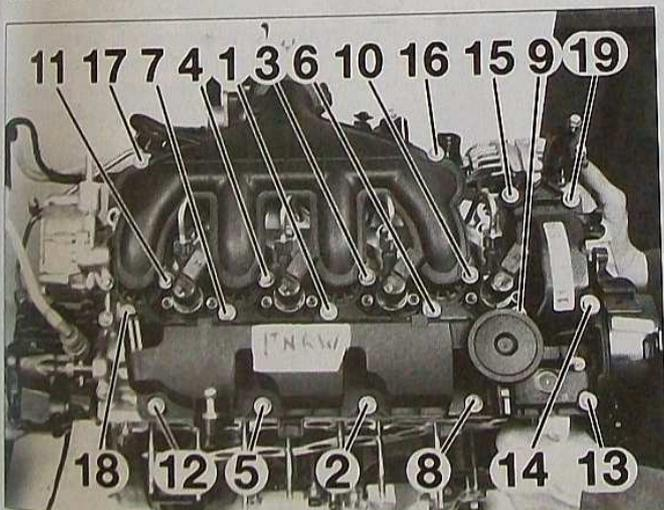

FIG. 47
- le collecteur d'admission avec des joints neufs et serrer les dans l'ordre et au couple prescrit (Fig.47).